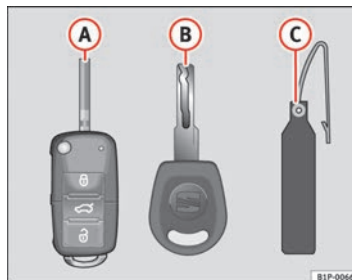

Abb. 44 Schlüsselsatz
- einem Funkschlüssel ⇒ Abb. 44 **(A)**